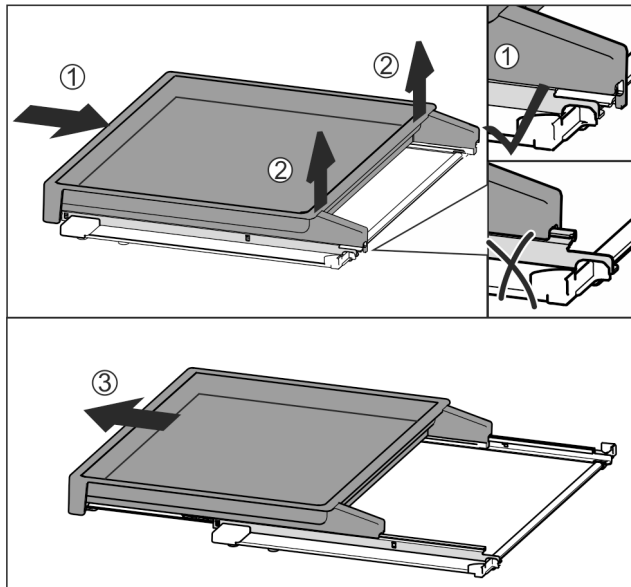

Fig. 96
- ▶ Skyv uttreksbordet helt inn Fig. 96 (1).
- ▶ Løsne forriglingen på bakre side Fig. 96 (2).
- ▶ Ta ut uttreksbordet fremover Fig. 96 (3).